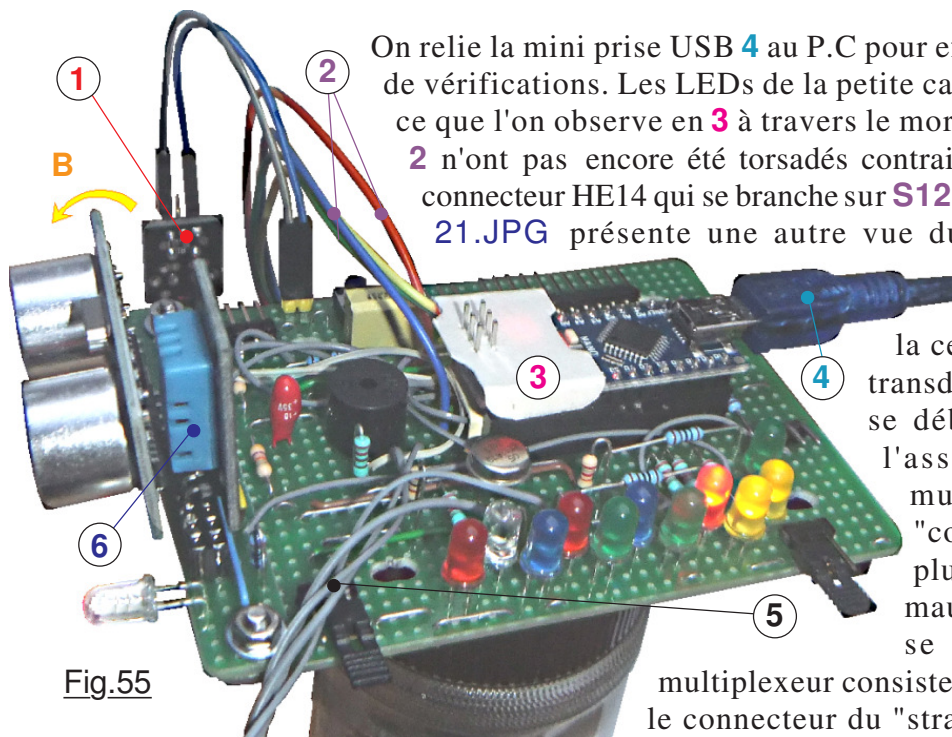

Fig.55
**E**nfin JEKERT va grandir et adopter sa morphologie adulte. Avec la mise en place du circuit imprimé principal, la compacité du petit animal mécanique va prendre le dessus. Les divers modules seront réunis par des liaisons courtes. On se doute que l'assemblage final du circuit imprimé principal sur la structure représente une opération délicate. Les diverses lignes qui seront reliées sur les périphériques du dessus doivent avoir été correctement torsadées pour les compacter et en faire des lignes électriques plus résistantes mécaniquement. Elles sont réalisées les plus courtes possibles compatible avec des branchements/dépose aisés. Avant de concrétiser l'intégration définitive, il importe de procéder une dernière fois à des essais complets de l'intégralité de l'électronique. À l'usage, on constate que les LEDs d'Arduino, et particulièrement celle qui témoigne de la présence du **+5Vcc** rayonnent une clarté trop importante. Hors cette information n'est pas vitale, d'autant plus que sur le dessus le module du circuit multiplexeur pour son propre compte visualise la présence de l'énergie. Pour ne pas trop diffuser sur les LEDs d'état de la sonde, on a, comme présenté sur **Image 20.JPG** ajouté un petit masque en carton rigide. Sur la Fig.55 le circuit imprimé principal repose sur un bocal, le module météorologique **6** ainsi que le télémètre à ultrasons sont sur le connecteur HE14. On peut observer que les lyres des contacts électriques présentent un certain jeu. Étant en porte à faux le petit circuit **Bascule** en avant et pointe vers le bas. Il faudra le maintenir vertical par un dispositif mécanique quelconque. La liaison externe **2** vers le multiplexeur est branchée par des fils provisoires longs. Le module LASER **1** pend dans le vide.